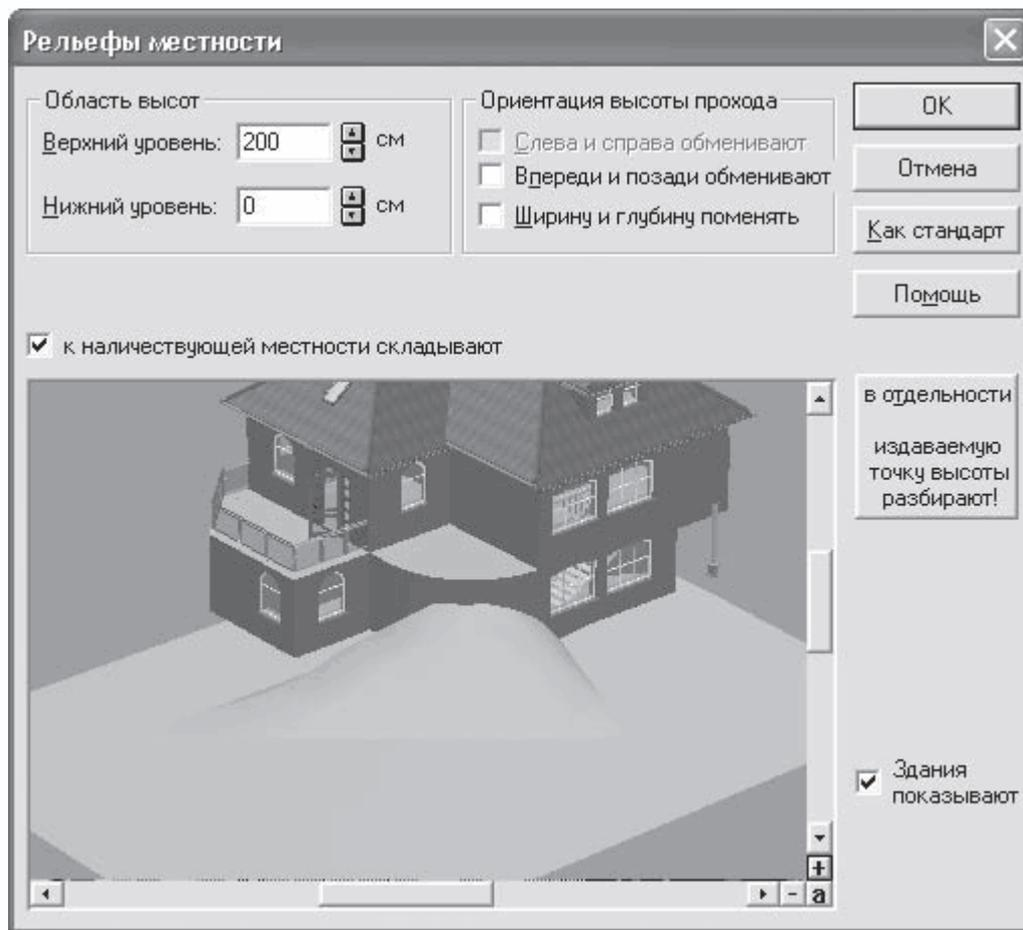

Рис. 4.63. Окно настройки параметров возвышенности рельефа
3. После фиксации последней точки на экране появится окно Рельефы местности (рис. 4.63) с дополнительными настройками создаваемого элемента рельефа. Главное, что вам необходимо знать о настройках в данном окне, – это возможность изменения верхнего и нижнего уровней возвышенности.